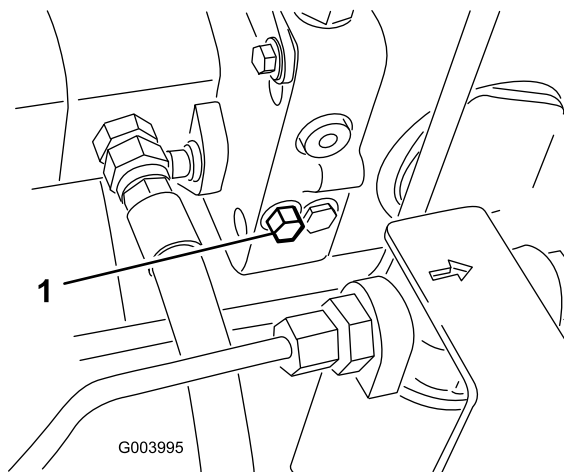

Figura 39
1. La valvola di bypass è situata sul lato sinistro dell'idrostat (Figura 39). Fate ruotare di un giro e mezzo il bullone per aprire e lasciare bypassare l'olio all'interno. Dal momento che il fluido viene bypassato, potete spostare lentamente la macchina senza danneggiare la trasmissione.